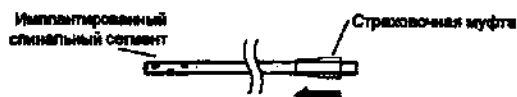

Рис. 8. Установка прозрачной страховочной муфты на спинальный сегмент.
3. Надвиньте прозрачную страховочную муфту суженным концом вперед на спинальный сегмент (Рис. 8).